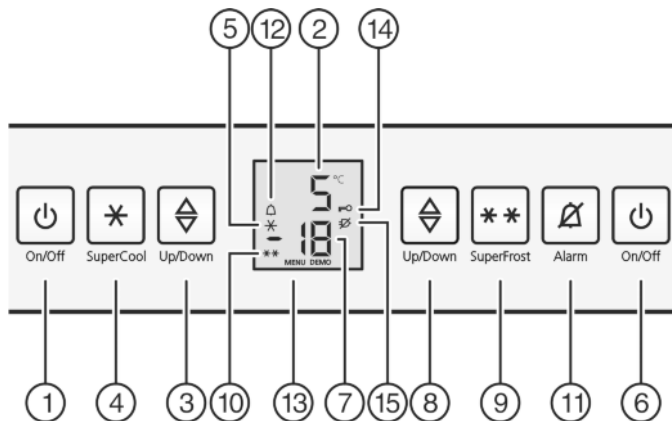

Fig. 2
- Druk op de toets On/Off van het vriesgedeelte Fig. 2 (6).
- Druk op de toets On/Off van het koelgedeelte Fig. 2 (1).
- Instelmodus activeren: Druk de toets SuperFrost Fig. 2 (9) gedurende ca. 5 seconden in.
- ▷ Op de display wordt het symbool Menu Fig. 2 (13) weergegeven.
- Met de toets SuperFrost Fig. 2 (9) kort bevestigen.
- ▷ Het symbool Kinderbeveiliging Fig. 2 (14) op de display gaat branden.
- Druk de toets On/Off van het vriesgedeelte Fig. 2 (6) kort in.
- ▷ Het symbool Kinderbeveiliging Fig. 2 (14) gaat uit.
- ▶ Druk de toets On/Off van het vriesgedeelte *Fig. 2 (6)* kort in.
- ▶ Toets Alarm *Fig. 2 (11)* indrukken.
Tegelijkertijd knipperen de temperatuurdisplay en het symbool Alarm *Fig. 2 (12)*.
Het akoestisch alarm stopt automatisch, het symbool Alarm *Fig. 2 (12)* gaat uit en de temperatuurdisplay houdt op met knipperen, wanneer de temperatuur weer laag genoeg is.